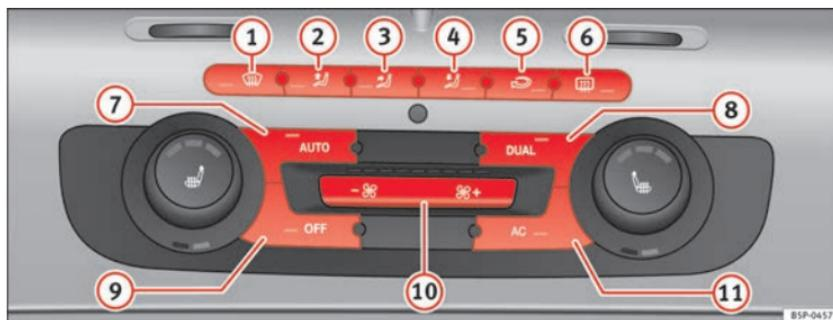

Fig. 114 Comandi del 2C-Climatronic nel quadro strumenti.
- Premere uno dei tasti compresi tra ⇒ fig. 114 ① e ⑤ oppure i tasti della ventola ⑩. La funzione selezionata compare nel display della radio o del navigatore.
- Il ricircolo dell'aria si attiva e si disattiva premendo il tasto  ⇒ pag. 162, fig. 114 . La funzione risulta attiva quando sul display appare il simbolo .